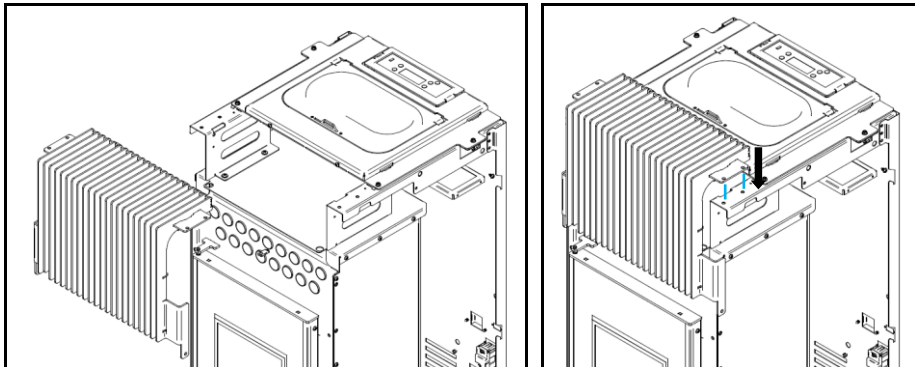

Figura 34 - Colocación de la rejilla frontal
b) El equipo **Pine, Leaf e Aspen**; adjuntar la rejilla delantera haciendo coincidir los orificios de la rejilla con los orificios de los equipos (Figura 34).